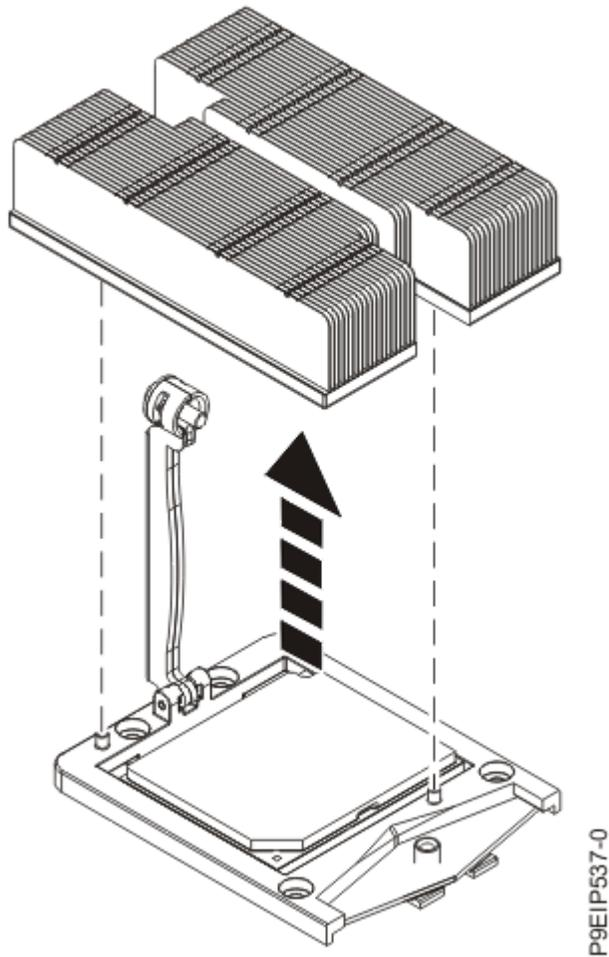

Abbildung 51. Kühlblech ausbauen
5. Greifen Sie das Kühlblech und entfernen Sie es, indem Sie es senkrecht nach oben anheben (siehe Abbildung 51 auf Seite 61).